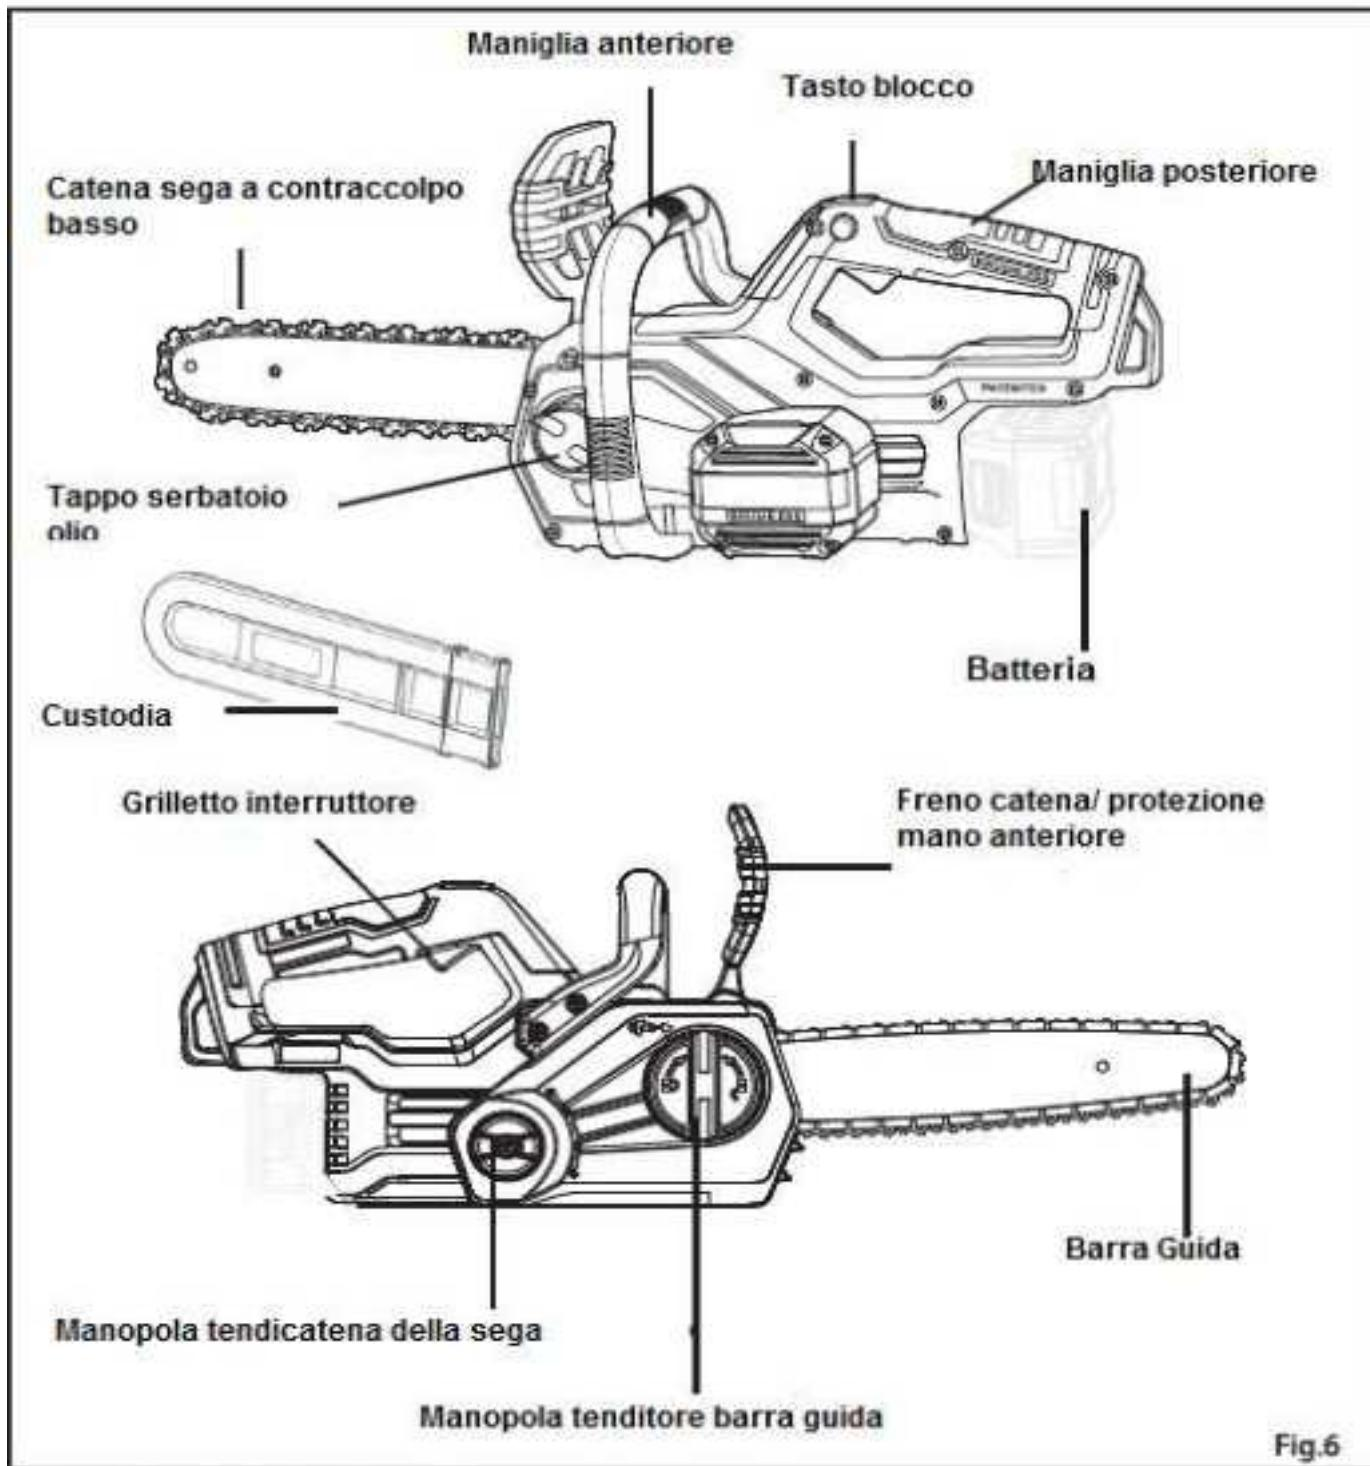

Fig.6
**Freno catena e paramano anteriore (ved. fig. 6)**